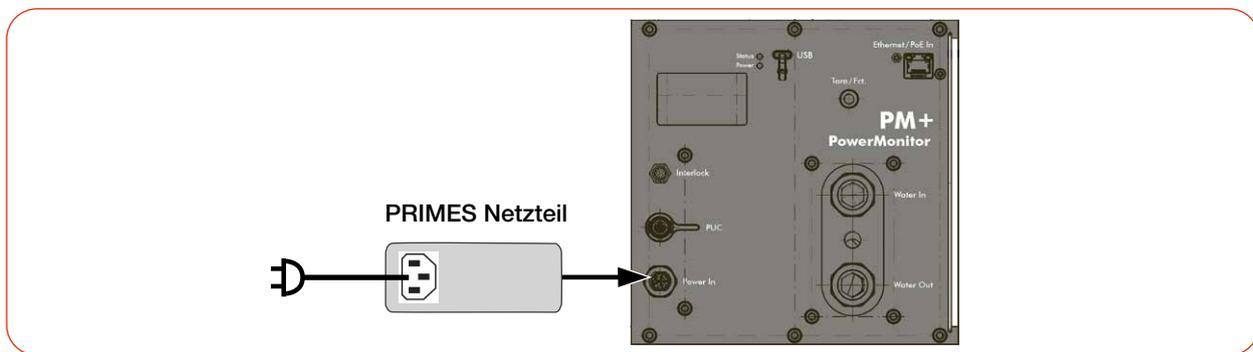

Abb. 8.2: Spannungsversorgung als Stand-alone-Gerät anschließen, Anzeige der Messwerte am Gerät
- ▶ Schließen Sie das PRIMES Netzteil gemäß der Abb. 8.2 auf Seite 26 an.